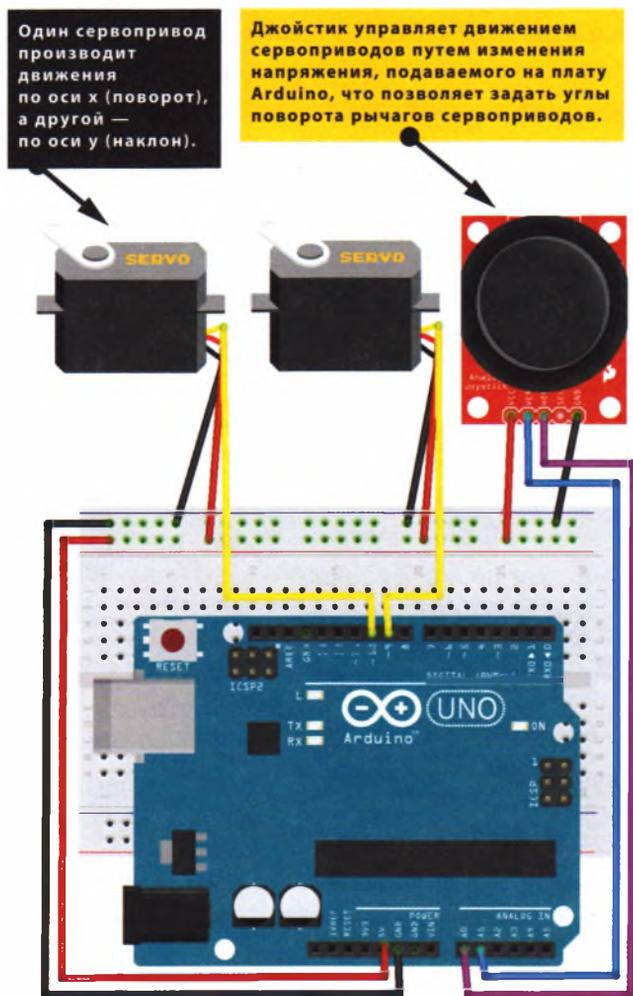

РИСУНОК 10.3
4. Подключите шины макетной платы к соответствующим контактам платы Arduino — GND и 5V. Затем убедитесь, что ваша цепь соответствует схеме, показанной на рис. 10.3. Загрузите в память Arduino код скетча, приведенный в разделе «Скетч» далее.